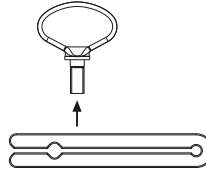

Fig. 7
- Démontage de l'auxiliaire d'extraction, voir Fig. 7.